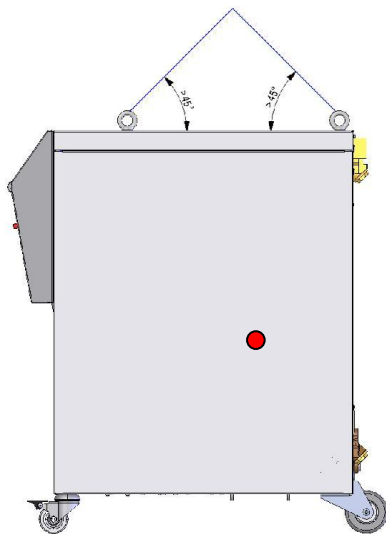

Abb. 7: Anschlagpunkte
1. Seile und Gurte entsprechend Abb. 7 anschlagen.
2. Sicherstellen, dass das Gerät gerade hängt, aussermittigen Schwerpunkt (→ ● Abb. 7) beachten.